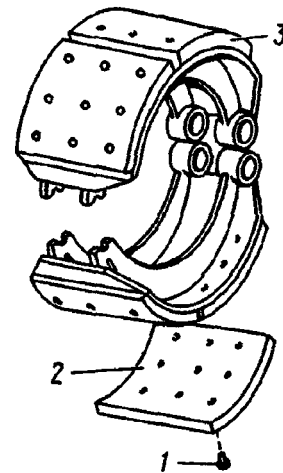

Рис. 300. Колодки тормозные:
2. Срежьте старые накладки 2 (рис. 300) с тормозных колодок 3	То же